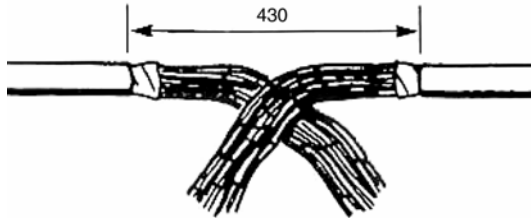

Рис. 9.18. Рабочая зона между срезами оболочек.
9.2.5. Установить рабочую зону (X) между срезами оболочек равную 430 мм и зафиксировать концы кабелей на консолях (рис. 9.18.).